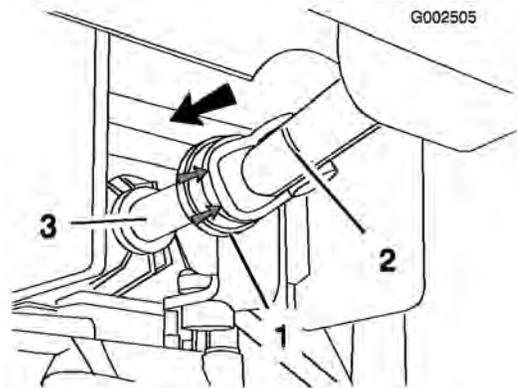

図 20
- ・ PTO 駆動シャフトの前部についているゴム製カウリングを後ろに引く (図 20)。
- ・ ポンプの駆動シャフトをPTO の出力シャフトに連結する (図 20)。